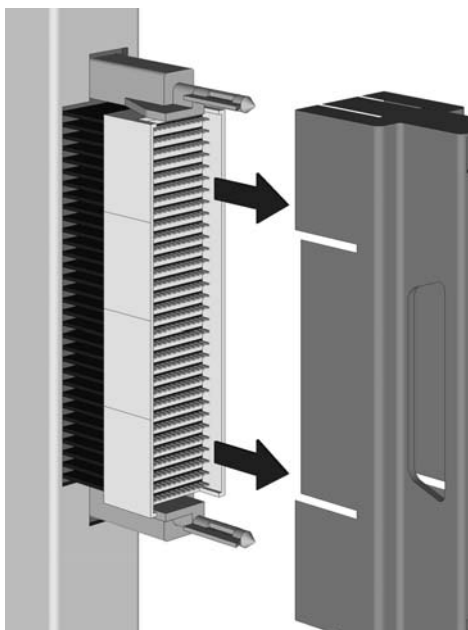

Figure 1-1. Retrait du cache des broches
- 1 Retirez le cache des broches de connexion à l'arrière du module de passerelle, comme illustré à la Figure 1-1, Retrait du cache des broches